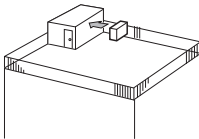

Fig. 2-4
- ① Coloque la salida de aire de frente a la pared más próxima a una distancia de unos 35 cm, 13 25/32 pulgadas de ella. (Fig. 2-4)